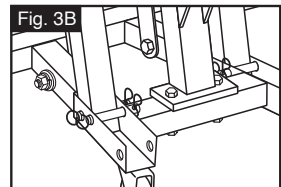

Fig. 3C
1. LES JAMBES AVANT DOIVENT TOUJOURS ÊTRE VERROUILLÉES VERS LE BAS AVANT D'APPLIQUER UNE CHARGE ET/OU DE SOULEVER LA RAMPE (Fig. 3C).